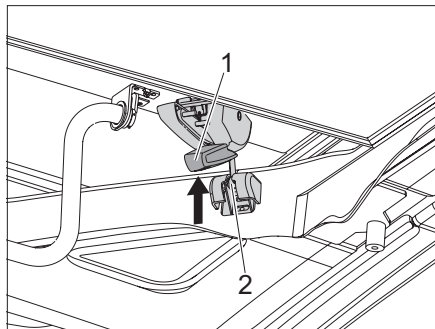

Fig. 43 Apretar los bloqueos
- ▶ Antes de iniciar el viaje, verifique que los ganchos de cierre de los dispositivos de bloqueo (Fig. 43,1) a la izquierda y a la derecha están correctamente tensados. Si es necesario, ajuste el dispositivo de bloqueo de acuerdo con las instrucciones del fabricante SCA.
- ▶ Empujar el perno (Fig. 43,2) en el soporte.
- ▶ Presionar los cierres (Fig. 43,1) de la izquierda y de la derecha hacia arriba.
- ▶ Verificar que el perno (Fig. 43,2) no tenga juego.